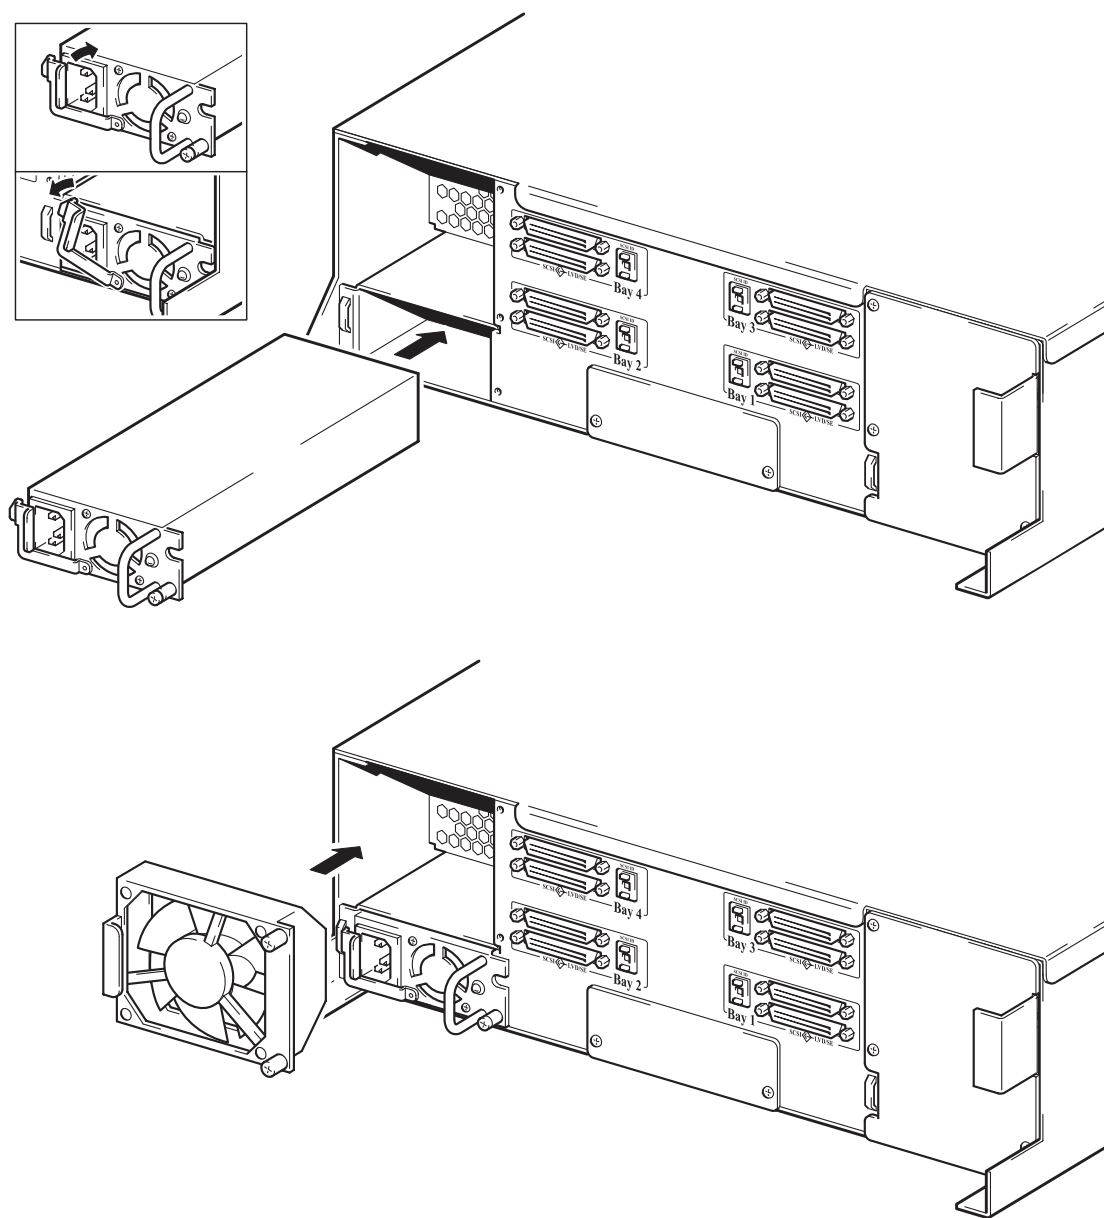

図 11: ファンと電源装置の交換
- 2 図 11 に示すように、新たに取り付けるファン・ユニットの向きを合わせます。ファン・ユニットを開口部に挿入します。
- 3 黄色い警告ラベルが上側になるように新しい電源装置の向きを合わせます。図 11 に示すように、電源ケーブルを抜いたまま、新しい電源装置を開口部に挿入します。ロック機構を時計回りに動かして固定用の突起に引っかからないように調整してから、電源装置を完全に押し込みます。